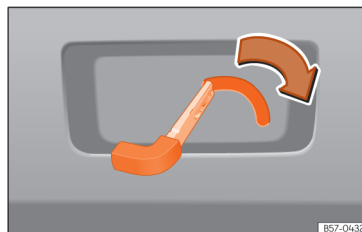

Abb. 64 Ausschnitt Gepäckraum: Notfallentriegelung.
- Führen Sie den Schlüsselbart in den Schlitz ein und drehen Sie den Schlüssel in Pfeilrichtung, bis sich das Schloss öffnet » (Abb. 64).